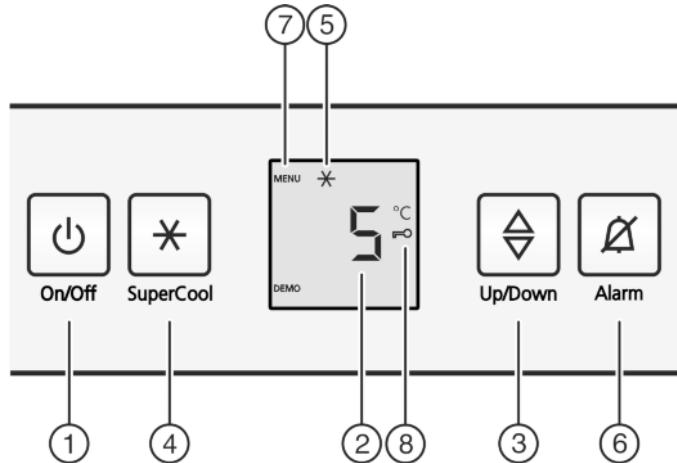

Fig. 2
- Нажать кнопку On/Off Fig. 2 (1).
- Нажмите кнопку «SuperCool» Fig. 2 (4) и удерживайте ее прим. 5 секунд.
► На индикаторе будет отображаться символ «Меню» Fig. 2 (7).
- Для подтверждения нажать и отпустить кнопку «SuperCool» Fig. 2 (4).
► На индикаторе горит символ «Защита от детей» Fig. 2 (8).
- Нажать и отпустить кнопку «On/Off» Fig. 2 (1).
- Нажмите кнопку Alarm Fig. 2 (6).
- ▶ Активация модуля регулировки температуры: нажмите кнопку настройки Fig. 2 (3).
- ▶ Температуру меняйте ступенями по 1 °C: нажмите кнопку настройки Fig. 2 (3) до тех пор, пока на индикаторе температуры не будет высвеченa требуемая температура.
- ▶ Коротко нажмите кнопку SuperCool Fig. 2 (4).
- ▶ На индикации горит символ SuperCool Fig. 2 (5).
- ▶ Символ SuperCool Fig. 2 (5) на индикации гаснет.